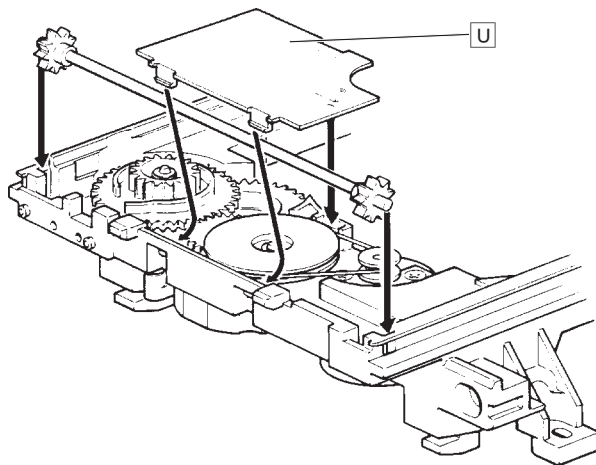

Fig. 30
- Abdeckung **U** (Fig. 30) ausrasten.
- Disengage the cover **U** (Fig. 30).